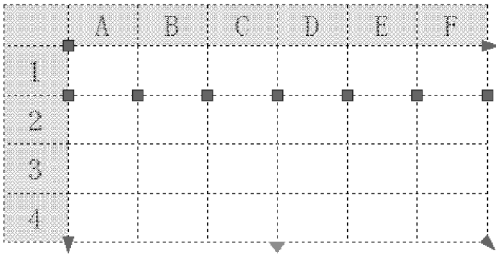

图 7-22 夹点编辑
1) 单击左边的表格，此时在表格上会出现多个可以编辑的点，如图 7-22 所示，通过移动这些点可以改变表格的列宽、大小及位置等。